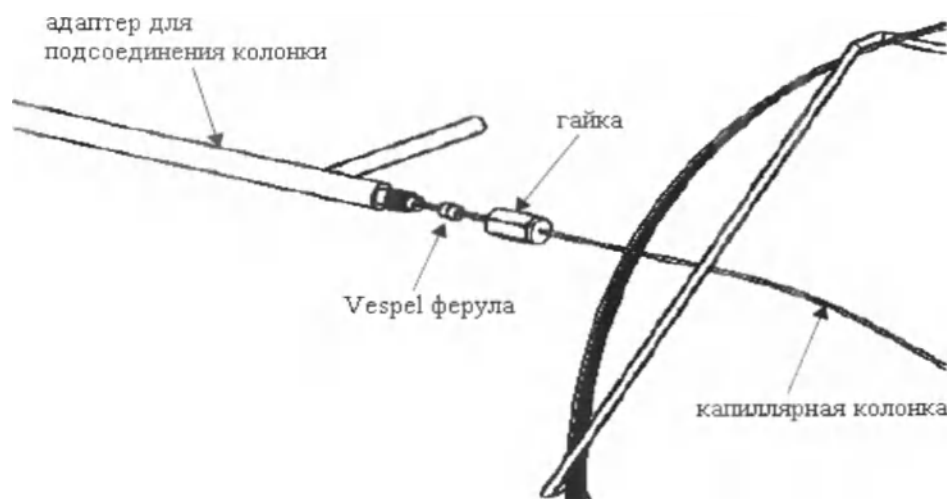

Рис. 2.25 Использование адаптера для подсоединения колонки
- (1) Проденьте капиллярную колонку через Vespel ферулу и гайку. Смотри Рисунок 2.25 "Использование адаптера для подсоединения колонки".
- (2) Вставьте конец капиллярной колонки в адаптер для подсоединения колонки (P/N 225-11657-08), так чтобы конец колонки высовывался на 1 см от конца адаптера как показано на Рисунке 2.26 "Присоединение капиллярной колонки к МС". Закрепите его, затянув гайку. Обрежьте выступающий конец колонки.
- (3) Зафиксируйте колонку липкой лентой под затянутой гайкой, как показано на Рисунке 2.27 "Фиксация колонки липкой лентой".
- (4) Выньте колонку из адаптера, не сдвигая ленты, и протрите колонку ацетоном. Вставьте колонку в соединение с МС и закрепите ее, закрутив гайку вручную. Если ферула новая, то затените ее гаечным ключом еще на один полный оборот. Если ферула использовалась раньше, то затените ее гаечным ключом еще на 20-40 градусов.
- (5) Снимите липкую ленту с колонки.